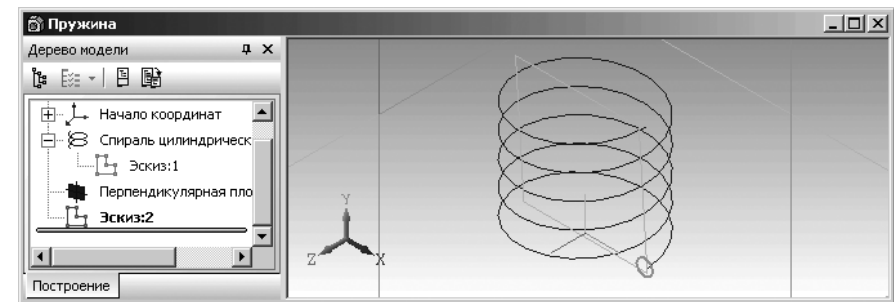

Рис. 2.113. Состояние окна модели **Пружина** после создания первого эскиза в режиме создания модели пружины
- щелкните на панели инструментов **Текущее состояние** по кнопке – **Эскиз** – для завершения построения эскиза сечения. Система перейдет в режим создания модели, а в окне **Дерево модели** появится пункт **Эскиз:2**. Это состояние системы показано на рис. 2.113;